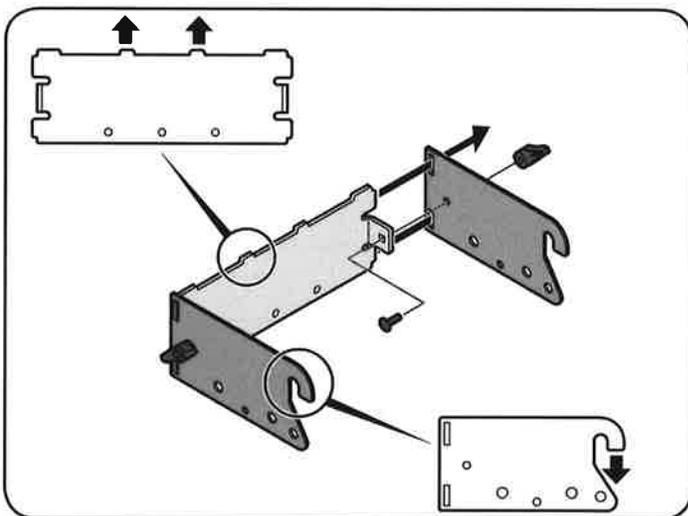

Figura 31
1. Fije los dos soportes laterales del enganche al soporte universal trasera apego utilizando dos tornillos de carruaje (710-0276) y las perillas de mariposa (720-04122) del paquete de tornillería 689-00328A. Vea la Figura 31.